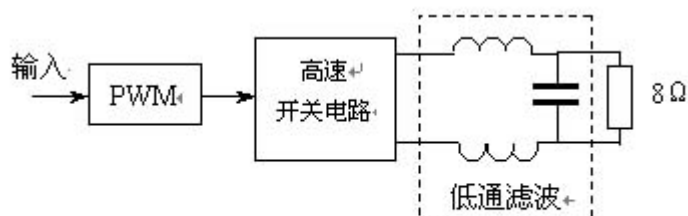

图 2
1. 采用开关方式实现低频功率放大（即 D 类放大）是提高效率的主要途径之一，D 类放大原理框图如图 2。本设计中如果采用 D 类放大方式，不允许使用 D 类功率放大集成电路。